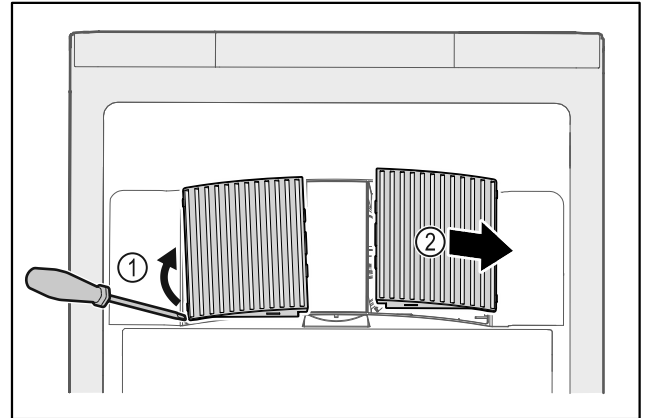

Fig. 144
- ▶ 从侧面小心撬开风机盖板 Fig. 144 (1) 并朝前取下 Fig. 144 (2)。